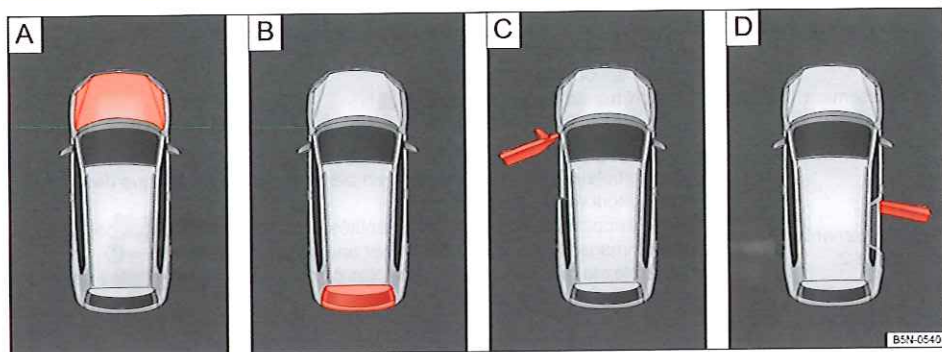

Fig. 13 A : capot-moteur ouvert, B : hayon ouvert, C : porte avant gauche ouverte, D : porte arrière droite ouverte.
- Portes, capot-moteur et hayon ouverts \Rightarrow fig. 13